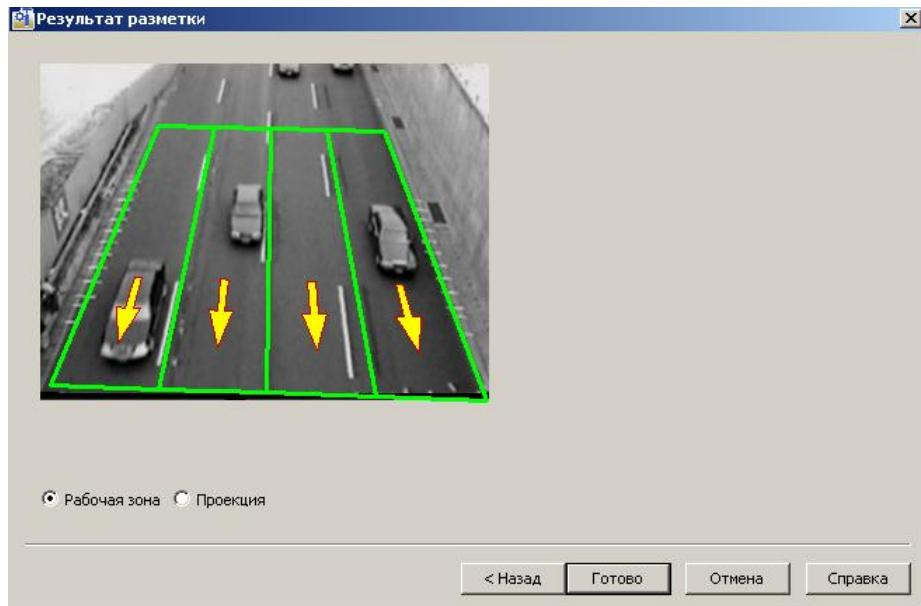

Рис. 7.4—9. Результат разметки дороги
9. После выполнения указанных действий откроется окно «Результат разметки» (Рис. 7.4—9).